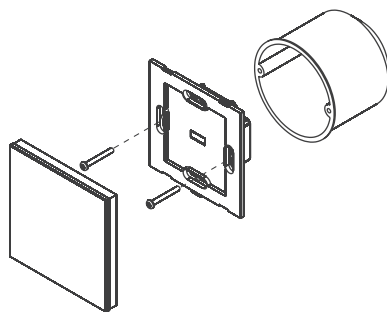

Рисунок 4. Установка панели управления в монтажную коробку.
3.6. Установите корпус панели в монтажную коробку и закрепите его при помощи двух винтов (Рис. 4).